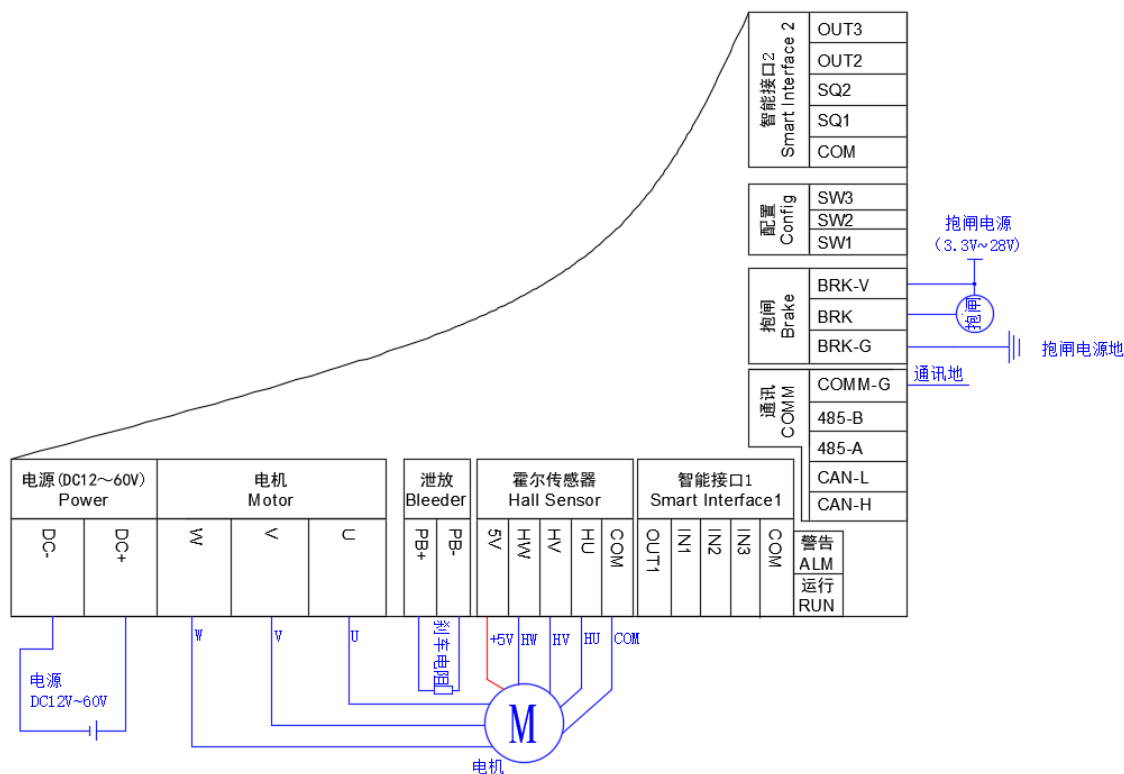

图 4.1 电机相序学习接线图
- 2) 连接电机与控制器接线：将电机的电力线 U、V、W 相线连接到控制器的电机接口 U、V、W，若不清楚具体相序，可分别将三根电力线接入控制器的电机接口 U、V、W 即可；将电机的霍尔电源正极和负极分别接到控制器霍尔信号接口的 5V 和 COM（正极必须接 5V，负极必须接 COM），将电机的霍尔传感器信号 HU、HV、HW 连接到控制器霍尔信号接口的 HU、HV、HW，若不清楚电机霍尔传感器信号相序，可不分顺序接入控制器的霍尔信号接口的 HU、HV、HW 即可。刹车接口如果没有带电磁抱闸可不接，如果有带电磁抱闸，还需要利用配置软件将刹车接口设置为自动刹车。详见图 4.1。